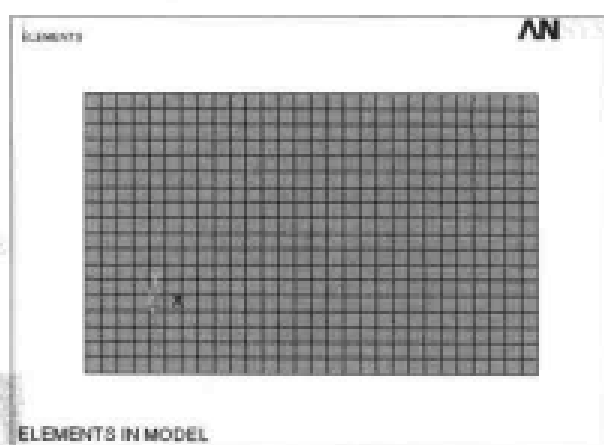

图 12-56 网格划分结果显示
(11) 选择 Main Menu | Preprocessor | Meshing | Mesh Attributes | Default Attribs 命令，出现 Meshing Attributes 对话框，在 [MAT] Material number 下拉列表框中选择 1，单击 OK 按钮关闭该对话框。
(12) 选择 Main Menu | Preprocessor | Meshing | Mesh | Areas | Free 命令，出现 Mesh Areas 菜单，在文本框中输入 2，单击 OK 按钮关闭该菜单。
(13) 选择 Utility Menu | File | Change Title 命令，出现 Change Title 对话框，在文本框中输入 ELEMENTS IN MODEL，单击 OK 按钮关闭该对话框。
(14) 选择 Utility Menu | Plot | Elements 命令，网格划分后的结果如图 12-56 所示。